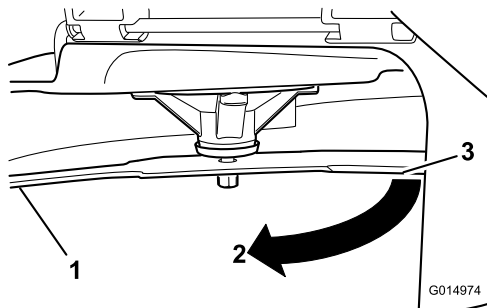

**Figura 67**
5. Meça da ponta da lâmina até à superfície plana (**Figura 67**).